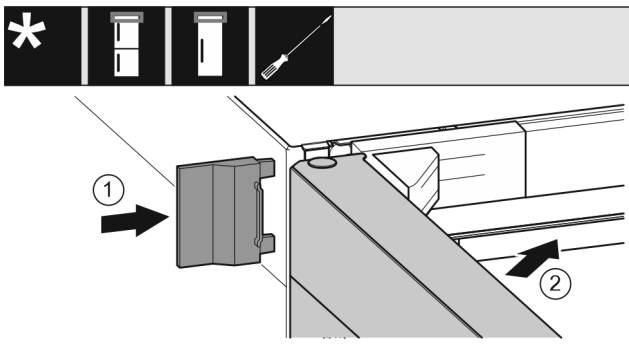

Fig. 23
- ▶ Nasuňte vonkajší kryt Fig. 23 (1).
- ▶ Zatvorte horné dvere Fig. 23 (2).